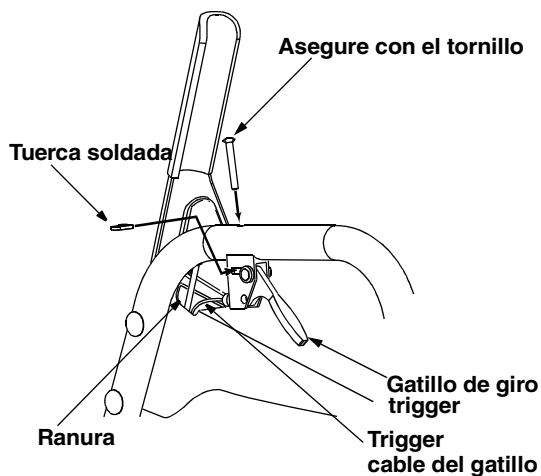

Figura 13
- Coloque en posición el gatillo de giro a la derecha debajo del mango derecho. Asegure con el tornillo y suelde la tuerca del Grupo H del conjunto de ferretería. Vea la Figura 13. Usted necesitará un destornillador phillips para ajustar el tornillo.